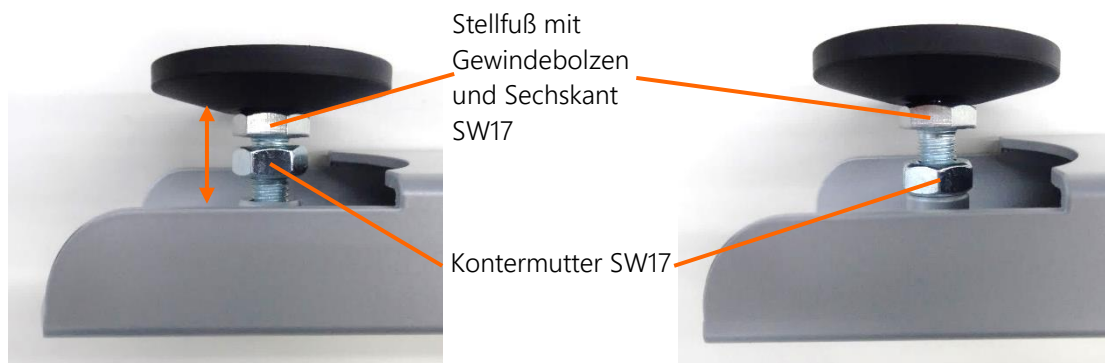

Abbildung 44 Einstellen des Arbeitsplatzes mit Wasserwaage
- ➔ Passen Sie durch ein teilweises Herausschrauben der Stellfüße aus den Fußausleger/Kufe die Höhe der einzelnen Stellfüße so an, dass die Arbeitsoberfläche nivelliert ist und alle angebrachten Hubelemente gleichmäßigen Kontakt zum Boden haben. Dies erfolgt durch das Herausdrehen am Sechskant SW17 des Stellfuß-Gewindebolzens (siehe dazu auch Abbildung 44).
- ➔ Wenn das Niveau an allen Stellfüßen eingestellt ist und alle Stellfüße gleichmäßigen Kontakt zum Boden haben, schrauben sie die Kontermutter an allen Stellfüßen fest (siehe dazu auch Abbildung 44), um sicherzustellen, dass der Arbeitsplatz während des Betriebs nivelliert bleibt.